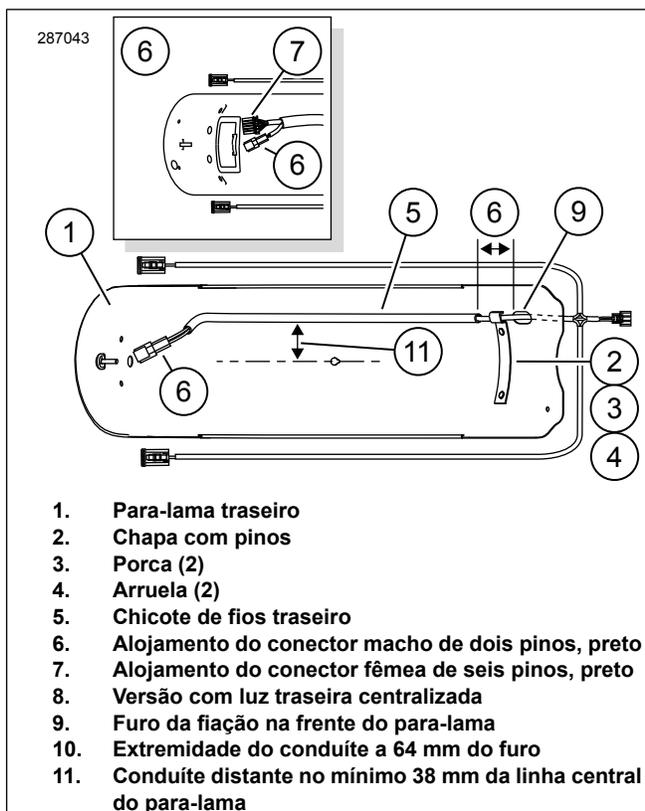

Figura 2. Instale o chicote de fios do para-lama traseiro
1. Veja a figura 2. Limpe a parte de baixo do para-lama (1) ao longo do caminho de montagem do chicote de fios conforme mostrado, com uma mistura de 50% de álcool isopropílico e 50% de água destilada. Deixe secar completamente. Não use solventes nem produtos químicos fortes que possam danificar as superfícies pintadas.